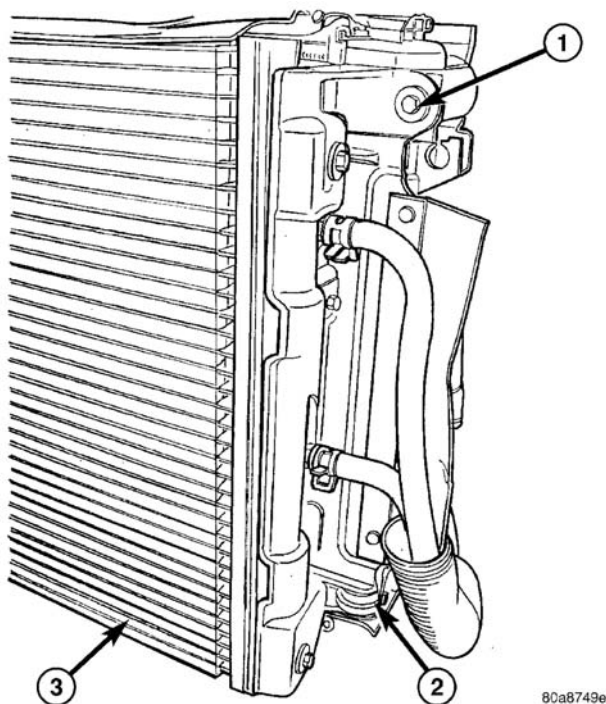

图5 冷凝器安装
- （15）卸下将冷凝器每侧的安装支架顶部紧固到冷却模块的螺钉（图5）。